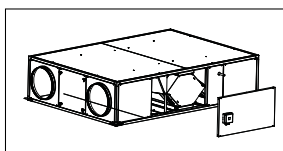

Fig. 5
7. Plaats de bypass opnieuw in de behuizing (fig. 5), sluit het paneel en start de unit opnieuw op.